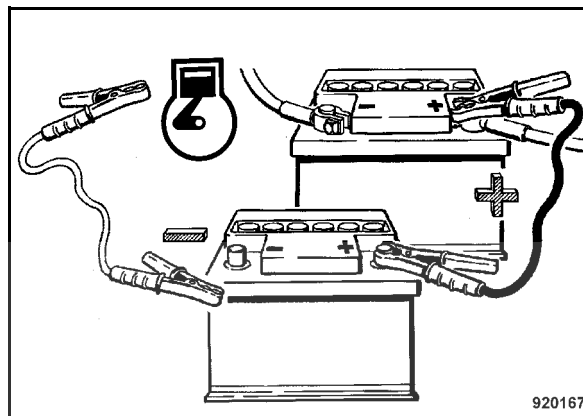

Fig. 51
- Brancher ensuite un côté du câble de masse à la borne moins de la batterie auxiliaire puis l'autre côté du câble à une point de masse au moteur ou la carrosserie aussi éloigné que possible de la batterie (Fig. 51).